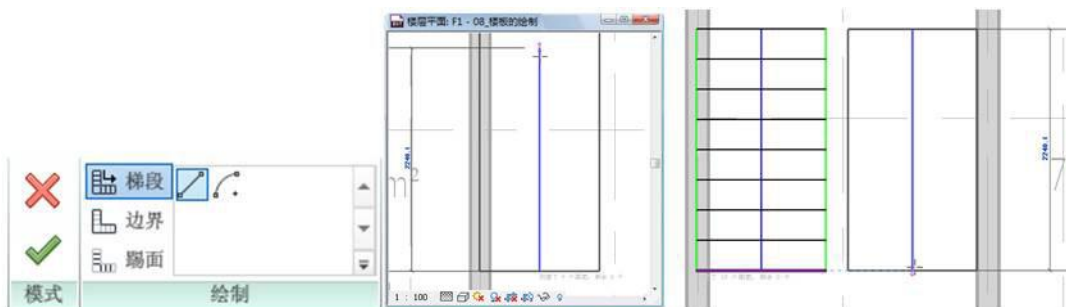

图 3-30
- 单击上下文选项卡的“创建楼梯草图”>“绘制”面板>“踢段”工具，光标移动到绘图区域如下图楼梯的近似位置，单击开始向上绘制踢段，注意踢段右下角提示信息，当提示“创建了 9 个踢面，剩余 9 个”的提示时光标单击，并水平向右移动至大致位置单击，向下移动，当光标超过“创建了 18 个踢面，剩余 0 个”的位置时单击，完成楼梯近似位置的绘制（如图 3-30 所示）。